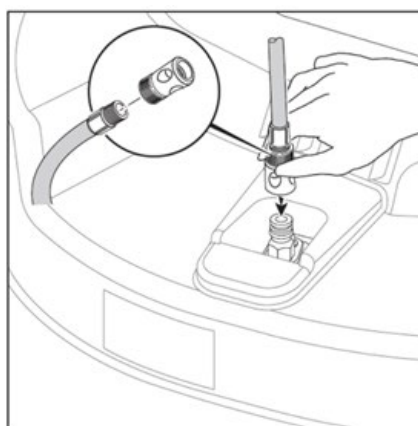

Fig.23
6. Conecte la palanca de corte para activar las cuchillas del cortacésped. La rotación de las cuchillas y el agua limpiarán la parte inferior de la plataforma de corte. (Fig. 23)